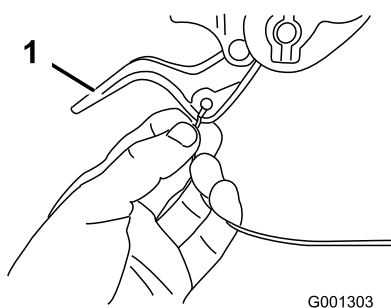

Bild 6
2. Verlegen Sie entweder das rechte oder linke Kabelende über den unteren Griff und stecken Sie das Kabelende in das Loch am entsprechenden Radkuppelungshebel (Bild 6).